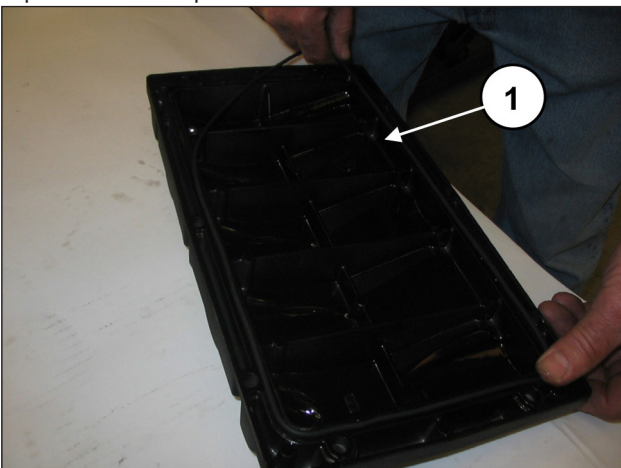
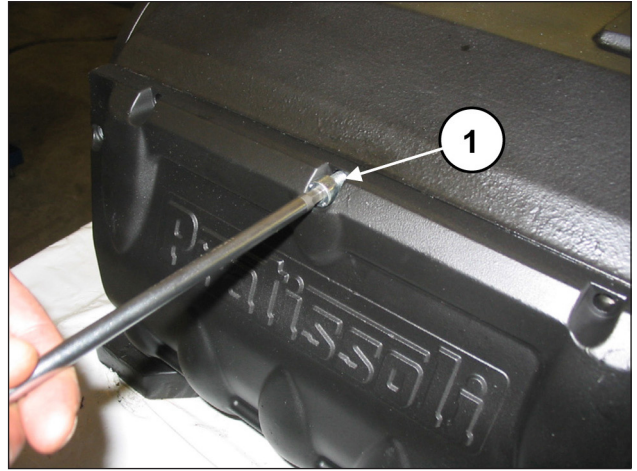

Fig. 74
Fig. 75
Insérer le joint torique dans le couvercle arrière (rep. ①, Fig. 74) et le fixer au carter à l'aide de 10 vis M8x18 (rep. ①, Fig. 75).